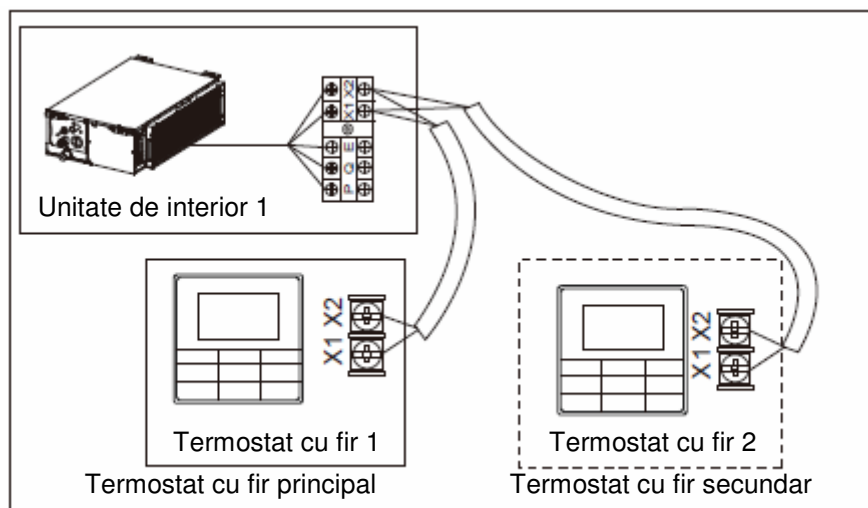

Figura 7.7
- Utilizati un termostat cu fir pentru a controla 1 unitate de interior sau 2 termostate cu fir (un maestru si un controlor de sclavi) pentru a controla 1 unitate de interior (a se vedea Figura 7.7);